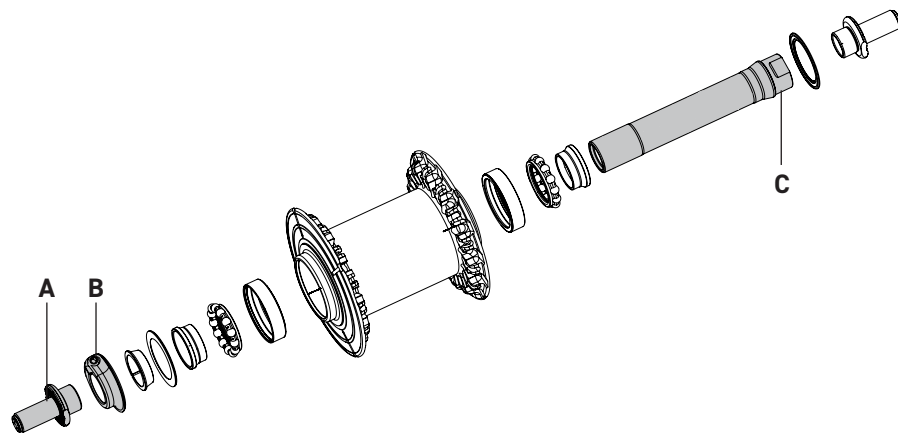

Fig. 23
• Bloccate il perno con una chiave fissa da 14 mm da inserire in posizione C (Fig. 23) e, sul lato sinistro ove presente la ghiera B (Fig. 23) di registrazione del mozzo, svitate l'adattatore A (Fig. 23) con una chiave da 17mm.
• Bloccate il perno con una chiave fissa da 14 mm da inserire in posizione C (Fig. 23) ed avvitate l'adattatore A (Fig. 23) con una chiave da 17mm serrando ad una coppia di **12 Nm**.